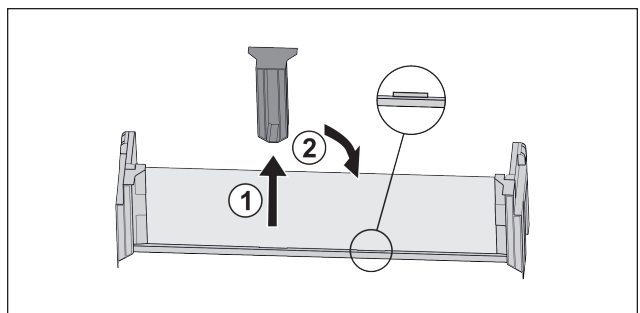

Fig. 22 *
- ▶ Dra ut den fästdelen i mitten Fig. 22 (1).*
- ▶ Sätt in fästdelen i mitten i andra läget Fig. 22 (2).*